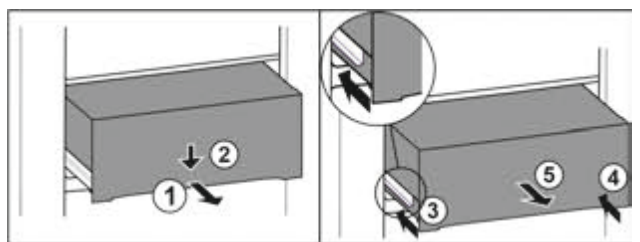

Fig. 82
- Витягніть ящик на половину. Fig. 82 (1)
- Спрямуйте висувний ящик вниз спереду. Fig. 82 (2)
- Вставте ліву рейку приблизно на 2 см. Fig. 82 (3)
- Вставте праву рейку приблизно на 2 см. Fig. 82 (4)
- Вийняти висувний ящик рухом вперед. Fig. 82 (5)